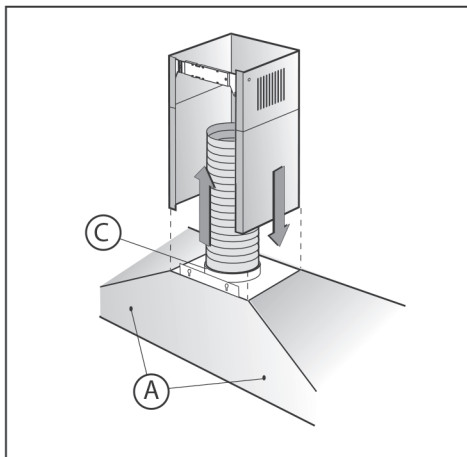

Рис. 4
3. Закрепите окончательно вытяжку двумя винтами **A**(Рис.4).
5. Соедините фланец **C** с отверстием для отвода воздуха посредством соединительной трубы (Рис.4).